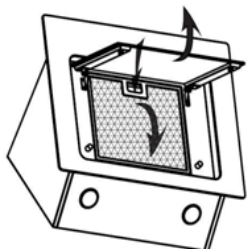

Figura 12
- Îndepărtarea filtrului de grăsime așa cum se arată în figura 12.